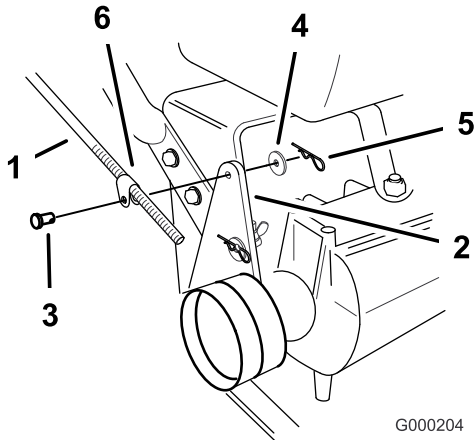

Figure 17
1. Retirez la goupille fendue, la rondelle et l'axe de chape qui fixent la tige de commande au support de la poulie de tension (Figure 17).